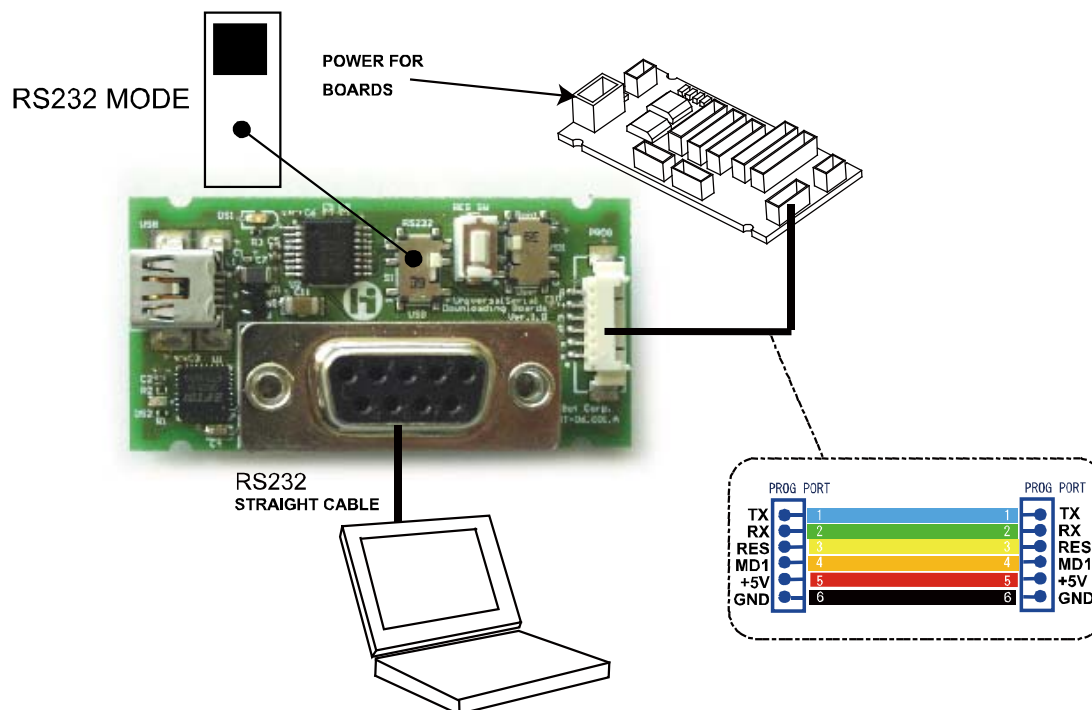

Fig. 2 – RS232 ポートからのファームウェアのダウンロード
- 3- スイッチ SI を上側（RS232 モード）に設定する。(Fig. 2 参照)
Set switch S1 to the upper position for RS232 connections (see Fig. 2).